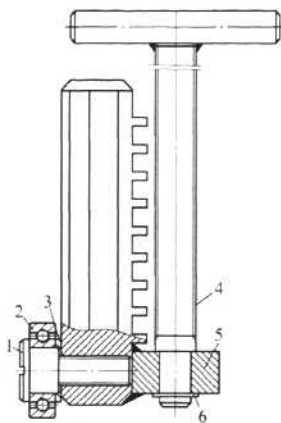
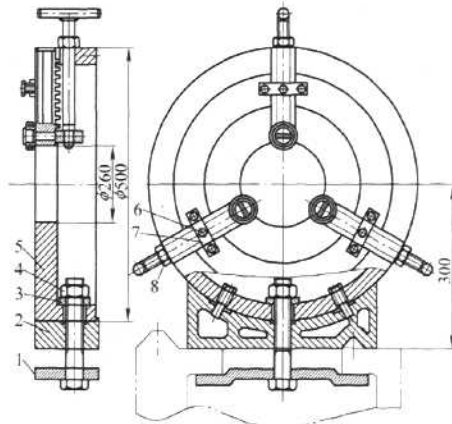

图 2
图 3
(1) 将3个活爪4改为中心架的3个支撑:活爪4的爪牙部分去掉,将爪座1加工为图2形状,把爪座上的爪牙定位块铣去,并在其端部焊接止退板5,加工出M24螺纹,保证螺纹中心线与爪座轴线平行度小于0.30mm,借用原来爪座上M16的螺纹孔,通过销轴1将轴承2固定在爪座上,为了防止销轴松动,螺纹上应涂抹螺纹紧固胶。
(2) 将卡盘体的A部分车去,使内孔由 $\phi 160\text{mm}$ 车为 $\phi 260\text{mm}$,并根据T形螺杆4的位置在卡盘体上钻孔攻螺纹。在T形槽的侧面(见图3)加工6个M12 $\times$ 25螺纹孔,安装压板7及压紧螺栓6,根据中心高300mm制作支座2,支座底部可以根据床面加工一个三角槽,
如图3所示,将改造的3个支撑(见图2)安装到卡盘体上,T形螺杆端部安装轴用弹簧挡圈,转动T形螺杆确保爪座轴向运动流畅,待T形螺杆调节到合适的位置时,将螺母8拧紧,防止轴向窜动,将压紧螺栓6拧紧防止径向窜动。